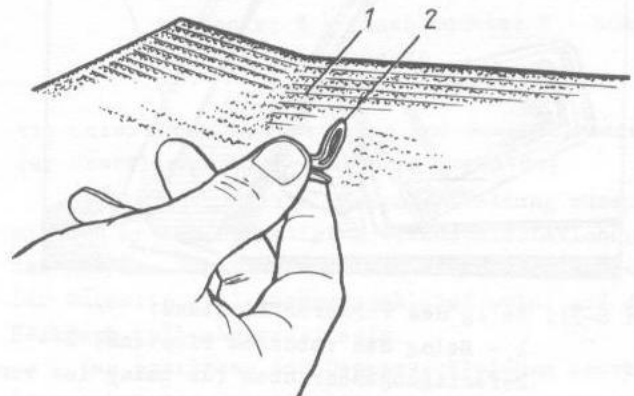
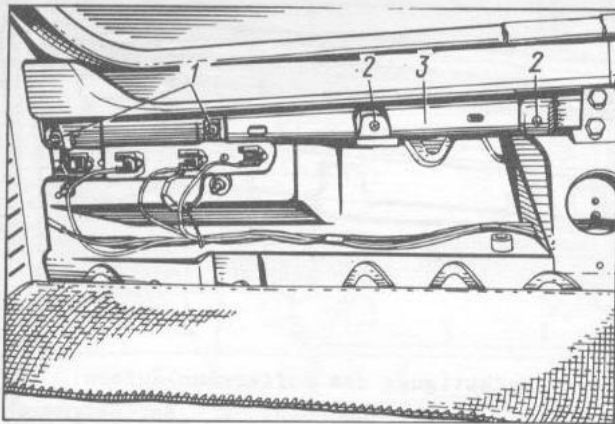

Bild 8-38. Befestigung von Belag des Spritzblechs des Seitenteils:
Bild 8-39. Befestigung des Kofferraumbelags:
Die Befestigung der Beläge 1 (Bild 8-38) der Spritzbleche erfolgt mit Befestigungsstiften 2 und Schrauben 2 (Bild 8-39).
- Kofferraumbelag 3 (siehe Bild 8-39) fortnehmen;
- Befestigungsstifte 2 (siehe Bild 8-38) herausnehmen, dazu einen Schraubenzieher vorsichtig unter diese stecken, und die Schrauben losdrehen;
Der Kofferraumbelag stellt zwei Plastgußteile dar, die an der Karosserie mit Schrauben 2 (siehe Bild 8-39 und 8-40) und mit Muttern 1 (siehe Bild 8-39) an Stiftschrauben der Schlußleuchten befestigt werden.